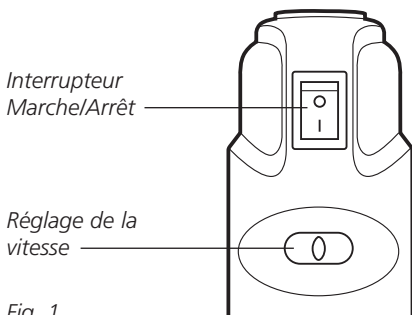

Fig. 1
3. Vérifiez que le commutateur de réglage de la vitesse est positionné complètement vers la gauche (voir la Fig. 1).